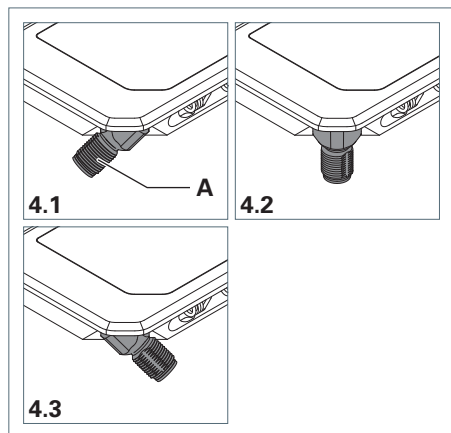

Fig. 4: APE – Positions du connecteur mâle.
- ▶ Tournez le connecteur mâle **A** sur la position prévue, voir Fig. 4.